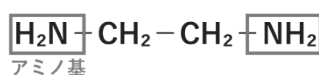

図1 エチレンジアミン
0.25mol/L エチレンジアミン（図1）水溶液 10mLと1% w/v インジゴカルミン水溶液 0.23mLを混合しました。この溶液を色の変化が落ち着くまで静置し、エアープンプを用いて空気を供給し、変化を観察しました。